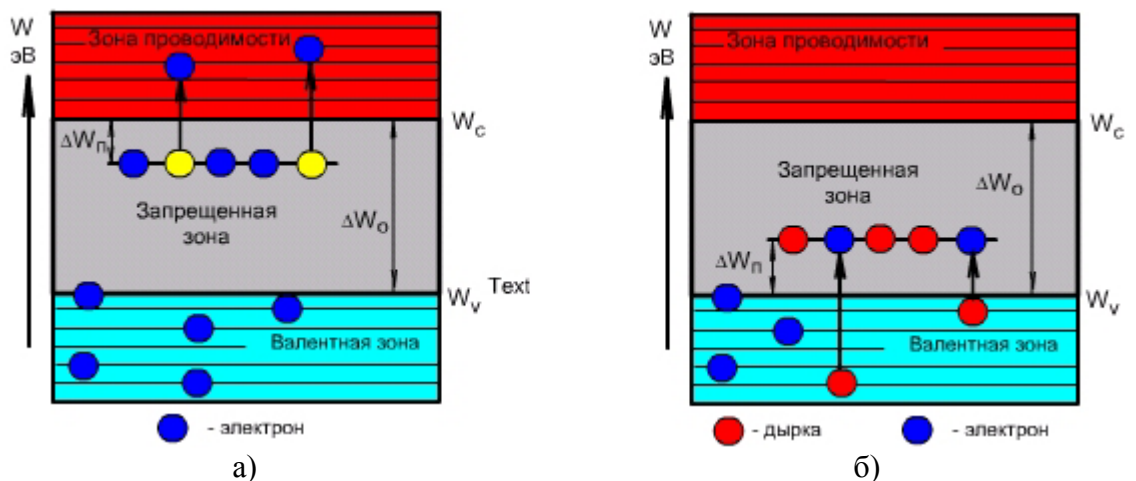

Рис. 3. Энергетические диаграммы полупроводников, содержащих донорные (а) и акцепторные (б) примеси.
1. *Донорные примеси*, имеющие большую валентность по сравнению с легируемым полупроводником (например, пятивалентный фосфор или сурьма в четырехвалентном кремнии), образующие дополнительные (примесные) энергетические уровни внутри запрещенной зоны вблизи дна зоны проводимости (рис. 3а).
2. *Акцепторные примеси*, имеющие меньшую валентность по сравнению с легируемым полупроводником (например, трехвалентный индий в четырехвалентном кремнии), образующие дополнительные (примесные) энергетические уровни внутри запрещенной зоны вблизи потолка валентной зоны (рис. 3б). Вследствие тепловых колебаний валентные электроны попадают на примесный уровень. При этом примесный атом захватывает электрон, в валентной зоне образуется *вакансия электрона* – *положительно заряженная дырка*. Примесная проводимость в этом случае обусловлена движением дырок в валентной зоне. Данный вид проводимости в полупроводниках называется электронной проводимостью, а соответствующие материалы полупроводниками p-типа (от слова “positive”, соответствующего отрицательному заряду дырок, выступающих в качестве носителей заряда).